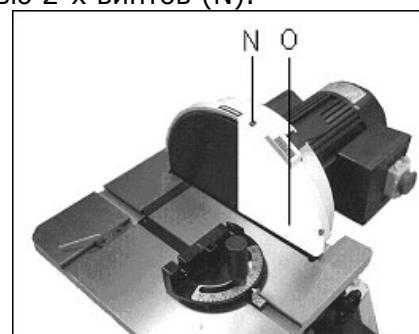

Рис. 4
Закрепите защитное приспособление тарельчатого шлифовального круга (O, рис. 4) с помощью 2-х винтов (N).
Снимите защитное приспособление тарельчатого шлифовального круга (О, рис. 4).